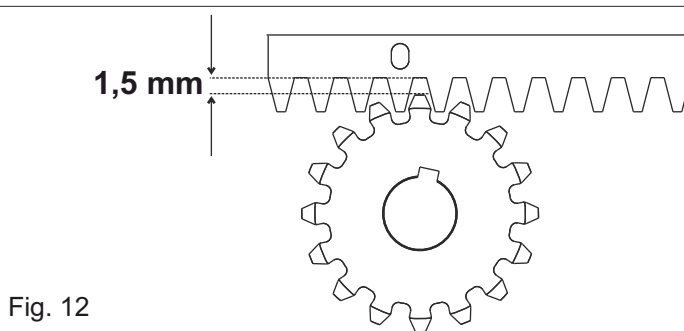

Fig. 12
**5.6.** Die gesamte Zahnstange muss um 1,5 mm angehoben werden, damit das Gewicht des Tors das Ritzel nicht belastet (Abb. 12).